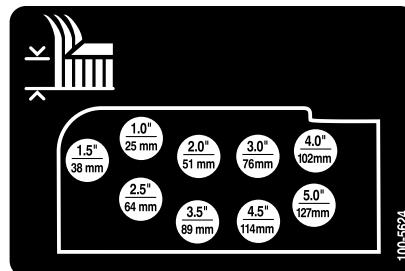

Figura 25
- Monte as correntes da altura de corte no orifício da altura de corte desejada com o contrapino e pino de segurança (Figura 25).